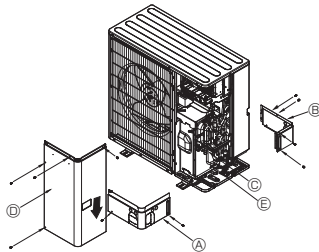

Fig. 5-3
5.3. Kjølemiddelrør (Fig. 5-3)